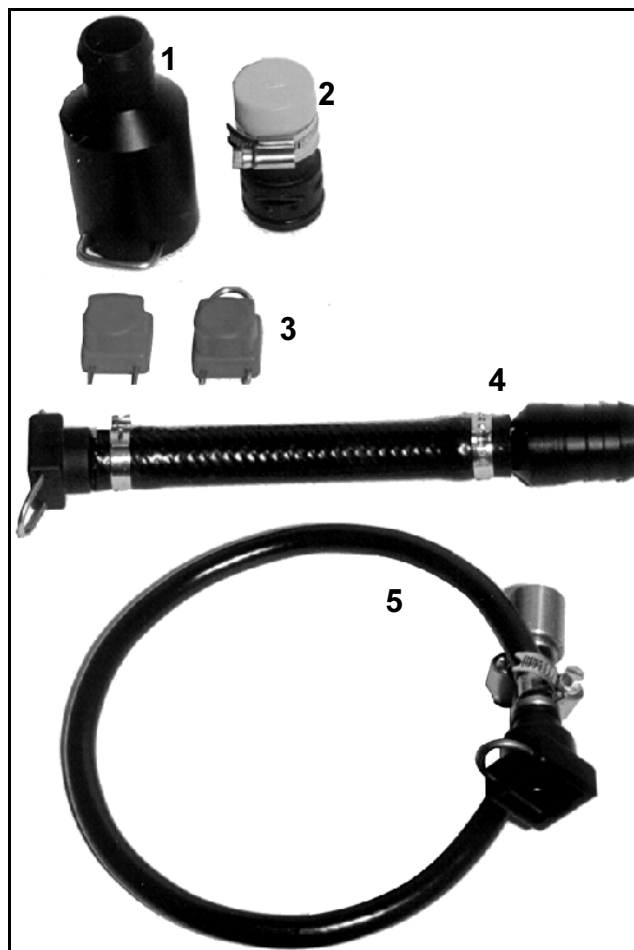

Рис. 142
- Присоединительный элемент для расходомера (Рис. 142/4) подсоедините к вентилю распределительной линии и подключите к контрольному прибору.
- Соединительные элементы других распределительных линий закройте при помощи глухих колпачков (Рис. 142/3).
- Присоединительный элемент для манометра (Рис. 142/5) установите при помощи наконечника на вентиль распределительной линии.